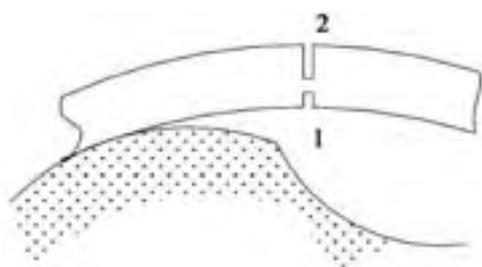

Рисунок 13
- Разгрузочный и основной пропил проводят с целью предотвращения раскола древесины и защемления пильной цепи в резу (рисунок 13,14).